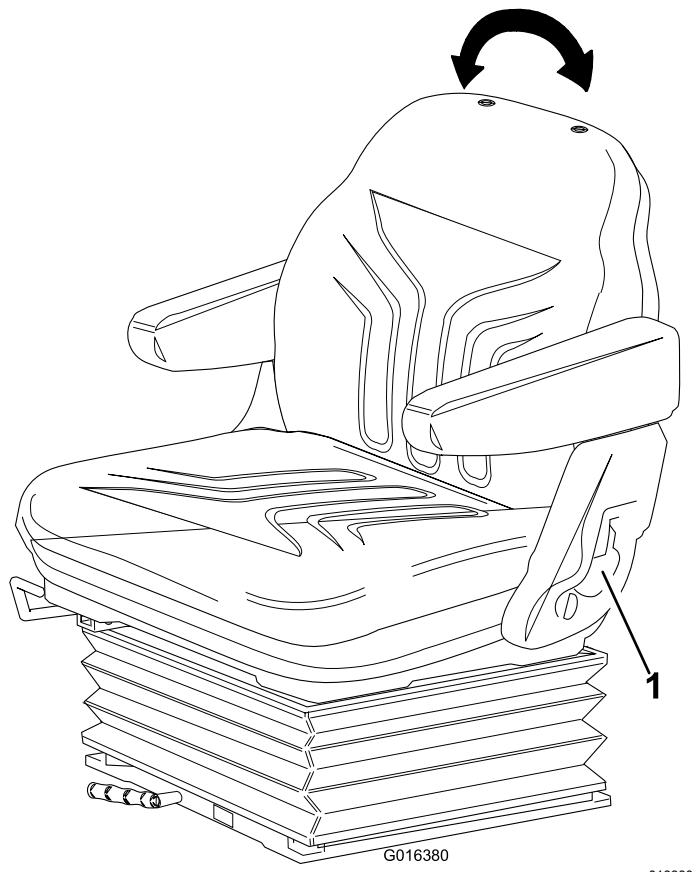

Figura 15
- **Ajuste del respaldo:** Tire de la palanca hacia fuera para ajustar el ángulo del respaldo del asiento. Suelte la palanca para bloquear el respaldo del asiento en esa posición (Figura 15).